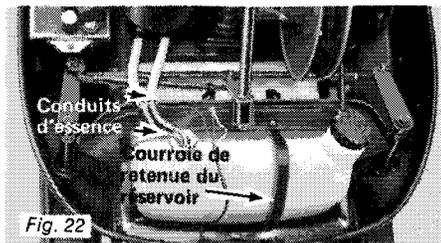

Fig. 22
1. Débranchez les conduits de carburant du réservoir. (Voir Fig. 22).